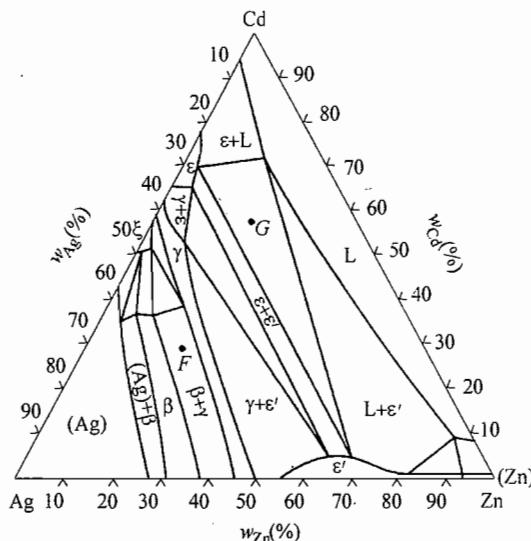

图 43-5 第五题第 2 小题图
2. (10分) Cd-Ag-Zn 三元合金相图的 400℃等温截面图如图 43-5 所示。写出图中 F 点和 G 点成分的合金的平衡相，并计算相组成物的质量分数（用字母列式表示）。